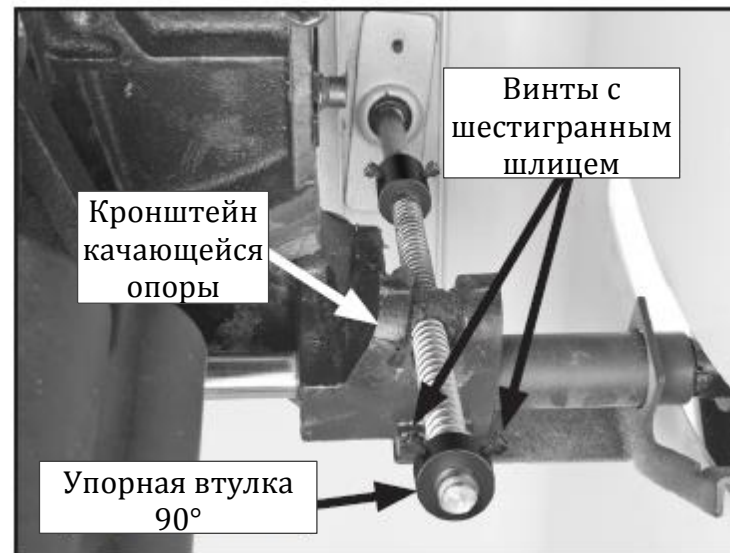

Рис. 64. Упорная втулка 90° и установочные винты
- 5. Открыть крышку двигателя, ослабить винты с шестигранным шлицем, показанные на рис. 64, затем отвернуть упорную втулку 90° на один оборот от кронштейна качающейся опоры. Это обеспечить установку пилы перпендикулярно на следующем шаге.